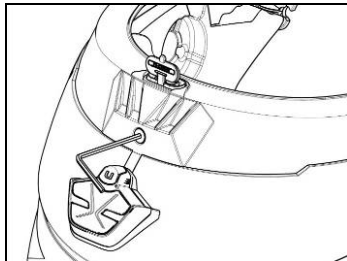

Fig. 7
- Återmontera tätningen genom att fästa den med den särskilda skruven. (Fig. 7)